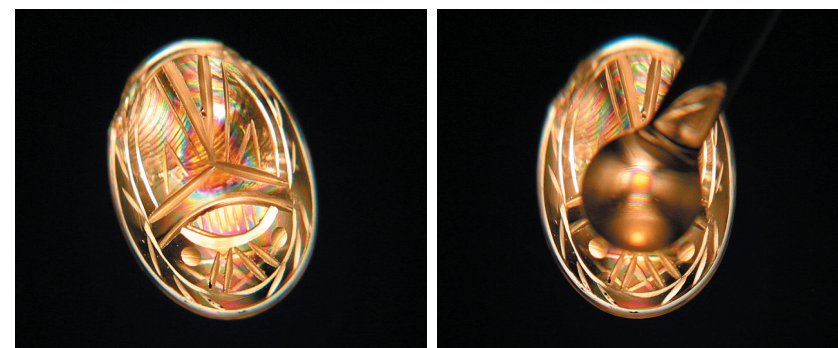
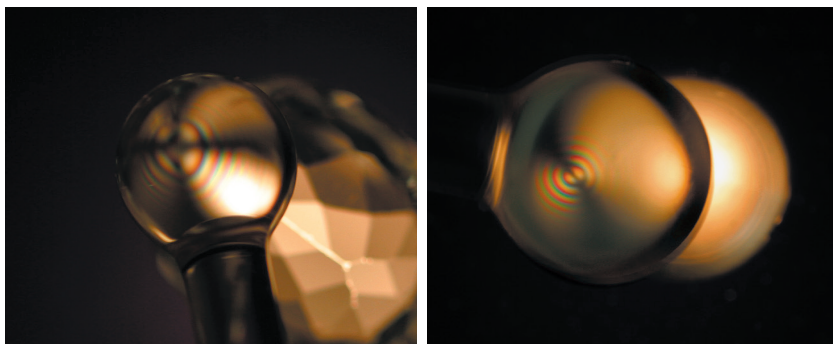

図2. 光軸に沿って干渉色が現れます（左）。オプティックフィギュアを観察するには、干渉色が最も明るく見える部分の上にオプティックフィギュア球をかざします。
図3. 典型的な一軸性のオプティックフィギュア（左）と二軸性のオプティックフィギュア（右）。
6. 干渉色が最も明るく見える部分に近付けてオプティックフィギュア球をかざすか軽く触れさせ、オプティックフィギュアを観察します（図2参照）。次ページの図3で、一軸性と二軸性の宝石に見られる典型的なパターンをご覧ください。